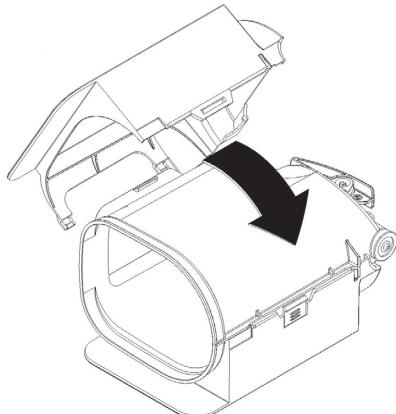

figura 12
- 2** Posizionare la parte sinistra del recover, facendo attenzione a far combaciare l'incastro evidenziato. Chiudere ora a scatto le due parti. (vedere figura 12).